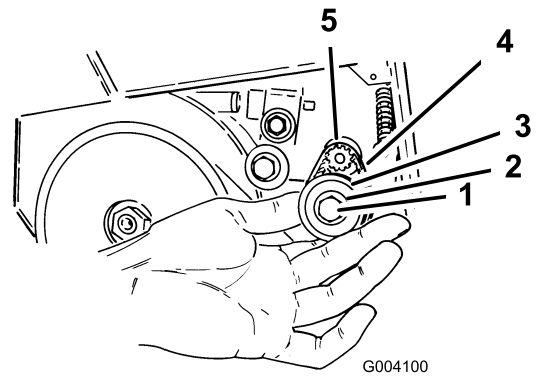

Figure 22
5. Verwijder de 2 ringen en de kleine poelie (Figure 22).
6. Verwijder de kleine riem en gooi deze weg (Figure 22).
9. Schuif de riem op de poelie van de motoras (Figure 22).
11. Schuif de grote riem op de kleine poelie (Figure 22). Zie De grote riem vervangen.